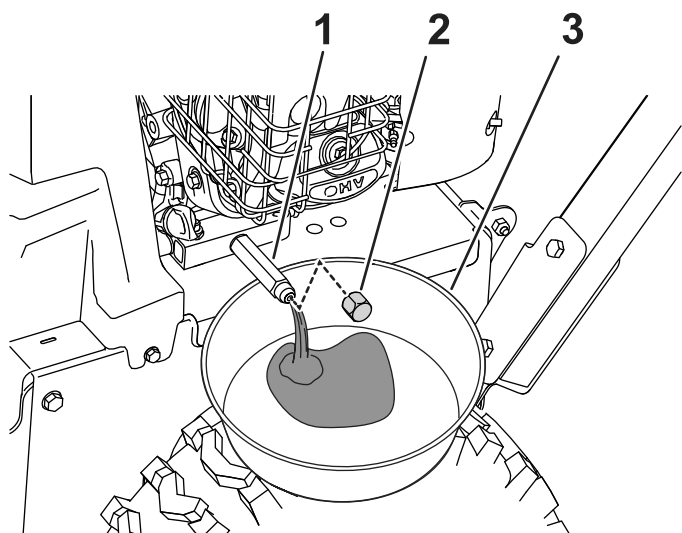

Figura 29
1. Coloque un recipiente debajo del acoplamiento de vaciado y retire el tapón de vaciado de aceite (Figura 29).